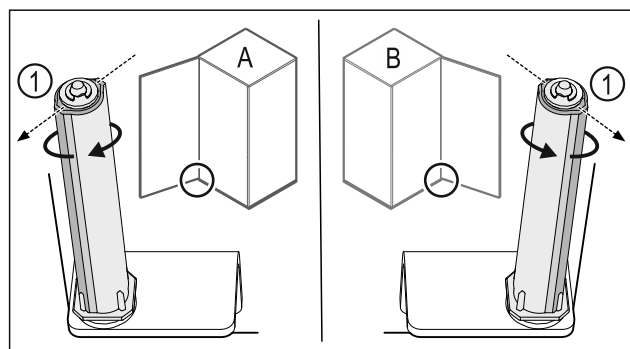

Fig. 42 Tope izquierdo (A) / Tope derecho (B)
- Girar el sistema de cierre contra la resistencia hasta que la barra del sistema de cierre Fig. 42 (1) apunte hacia afuera.